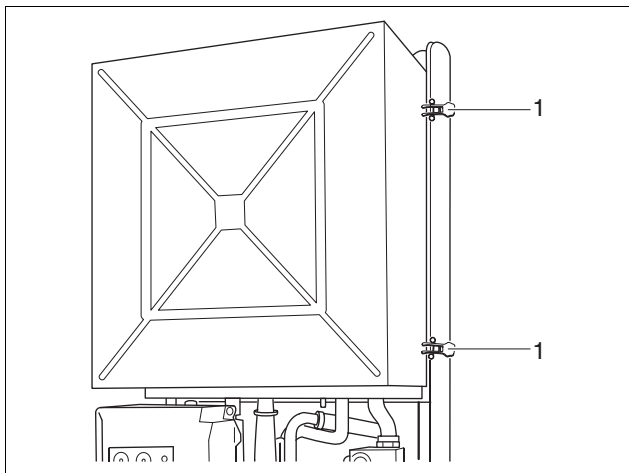

Fig. 7 *Togliere il coperchio del vano del bruciatore*
- Aprire le chiusure a scatto (fig. 7, pos. 1) e rimuovere il coperchio del vano del bruciatore.